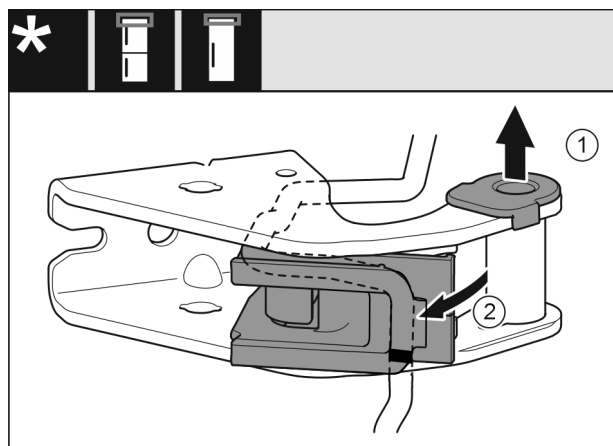

Fig. 17
- ▶ Τραβήξτε το κουζινέτο από τον οδηγό. Fig. 17 (1)
- ▶ Ανοίξτε το στήριγμα καλωδίων. Fig. 17 (2)